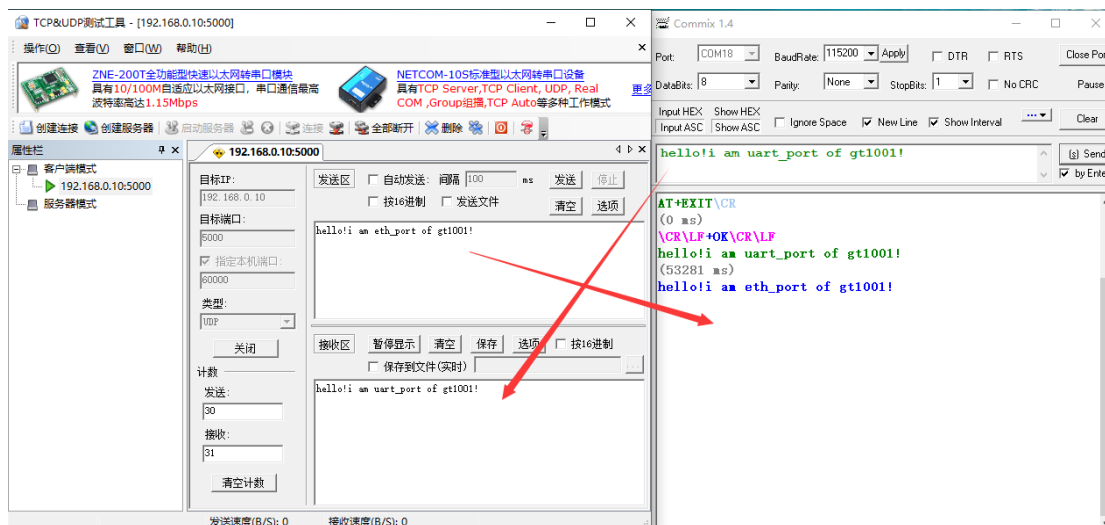

图 6-8 UDP 数据传输
- 4) 点击创建, 进入数据传输界面, 数据通信如图 6-8 所示。